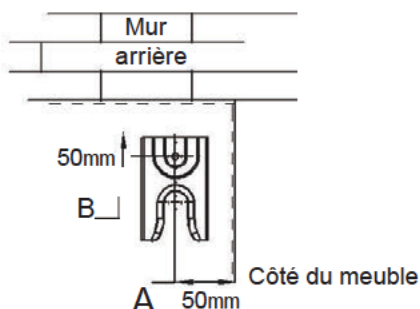

Figure 3
Avertissement: Afin d'empêcher le basculement de la cuisinière, le support anti-inclinaison doit être installé avec la cuisinière. Pour installer le support anti-inclinaison, utilisez un tournevis pour monter le support anti-inclinaison (1) avec des vis (2) au sol, comme indiqué dans la Figure 3.